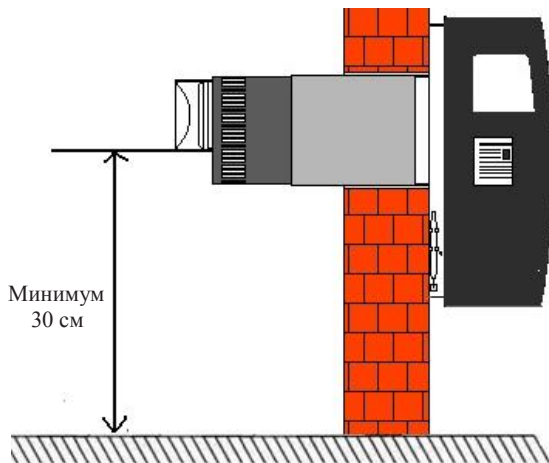

Рисунок 1: Расстояние отверстия дымовой трубы от земли.
- Нижняя часть выходного отверстия дымовой трубы для модели HS и HP должна находиться на расстоянии 30 см от земли (Рисунок 1).